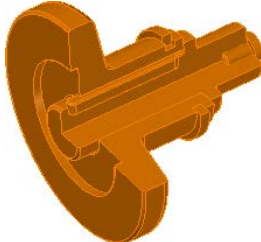

图 5.3.5 创建剖视图
(4) 在装配模型树中选择  disc.par:1、 shaft.par:1、 operating.par:1 为切削的零件，单击右键结果如图 5.3.5 所示。然后单击完成按钮。